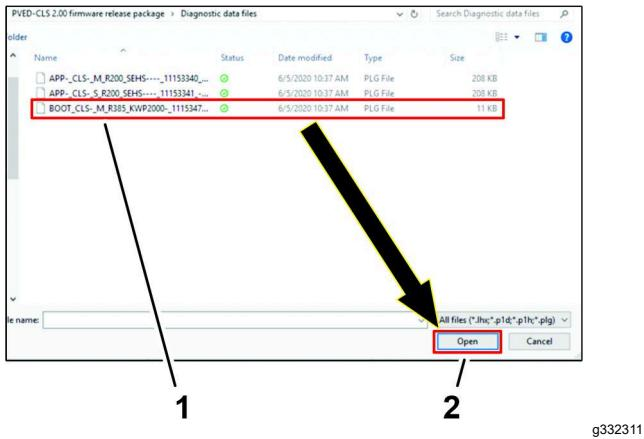

Figura 57
5. Clique no ficheiro BOOT-CLS-M_R385_KWP2000-1115347...., e clique no ícone OPEN (Figura 57).